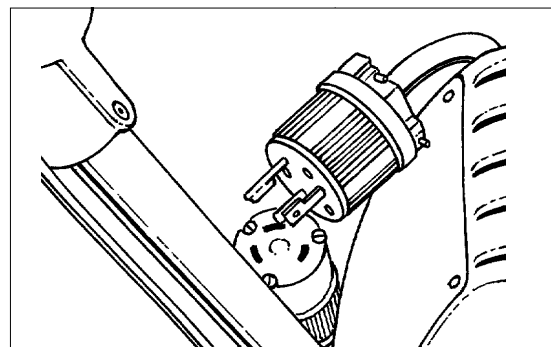

Figura 7
- Desconecte del cable flexible de la manija el cable flexible de conexión del motor si cuenta con este accesorio. (Consulte la figura 7)